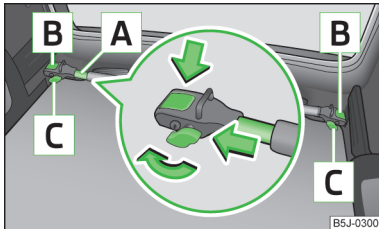

Abb. 73
- › Die Sicherungsschrauben **C** » Abb. 73 lösen und etwas herausziehen, dadurch werden die Halterungen **B** entriegelt.